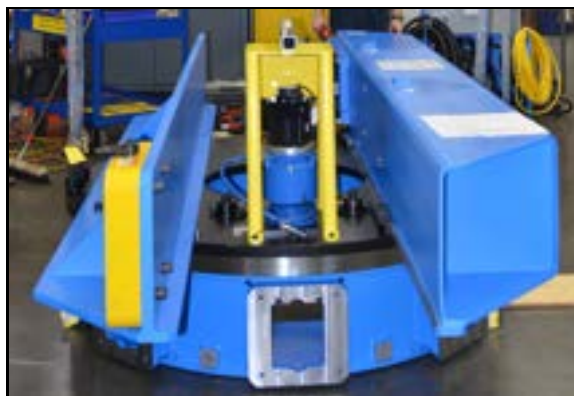

FIGURE 3-27. MONTAGE AVANT L'INVERSION
1. Retirez les pieds de réglage ou le support frontal s'ils sont fixés (Figure 3-27).